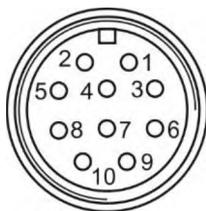

Рисунок 2.12 – Расположение контактов вилки 2PМГ-22-10 (ШР22-10)
2.3.4.7. Для подключения релейных цепей сигнализации используются 10-ти контактные разъемы типа 2РМГ22-10 (ШР22-10) (см. рисунок 2.12).